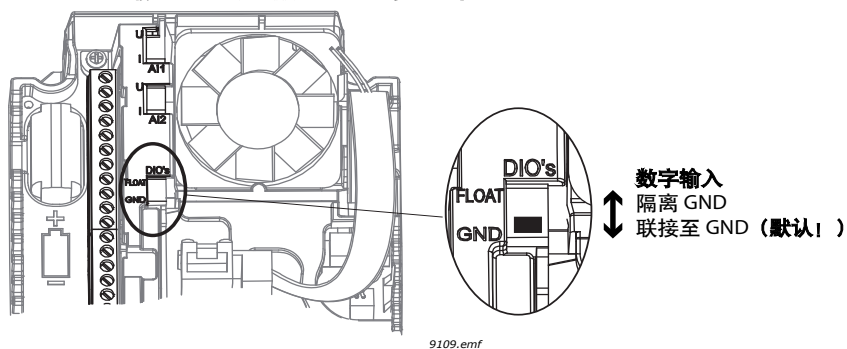

图 13.
*] 可使用 DIP 开关将数字输入与接地隔离, 请参见下面的图 13。